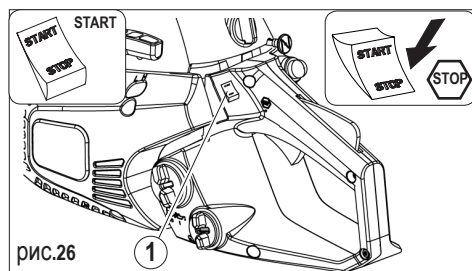

рис.26
2) Нажмите на выключатель, переводя его в положение "START" (рис. 26, поз.1).
1) Чтобы остановить двигатель, нажмите на выключатель и опустите его в положение “STOP” (рис. 26).
1) Нажмите на выключатель, переводя его в положение “START” (рис. 26, поз.1).